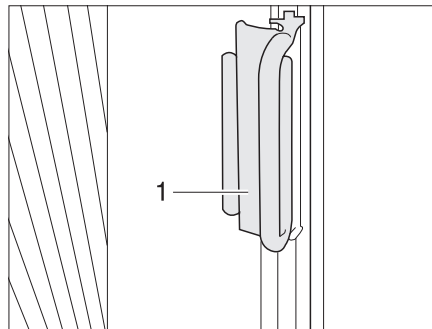

Bild 81 Plisségardiner för förar- och passagerarfönster
- Håll i plisségardinernas handtag (Bild 81,1) och dra dem försiktigt framåt tills magnetlåset håller plisségardinen stängd.
- Skjut handtaget (Bild 81,2) på avsatsen. Plisségardinen är säkrad.